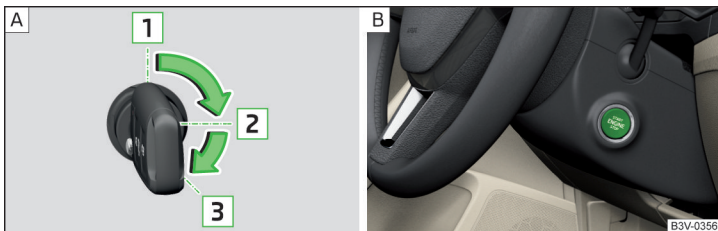

Fig. 255 Pozițiile cheii autovehiculului în butucul de contact / butonul de pornire
Pozițiile cheii autovehiculului în butucul de contact » fig. 255 - A
» Apăsăți butonul » fig. 255- B, contactul se cuplează/decuplează.
- » La autovehicule cu **butuc de contact**, rotiți cheia în poziția 3 » fig. 255 la pagina 219 - A, are loc procedura de pornire. Apoi eliberați cheia, motorul pornește automat.
- » La autovehicule cu **buton de pornire**, apăsați scurt butonul » fig. 255 la pagina 219 - B, motorul pornește automat.
- » La autovehicule cu **butuc de contact**, rotiți cheia în poziția 1 » fig. 255 la pagina 219 - A.
- » La autovehicule cu **buton de pornire**, apăsați butonul » fig. 255 la pagina 219 - B, motorul este oprit simultan cu decuplarea contactului.
» Mențineți apăsat butonul » fig. 255 la pagina 219 -  sau apăsați-l de două ori în interval de 1 secundă.